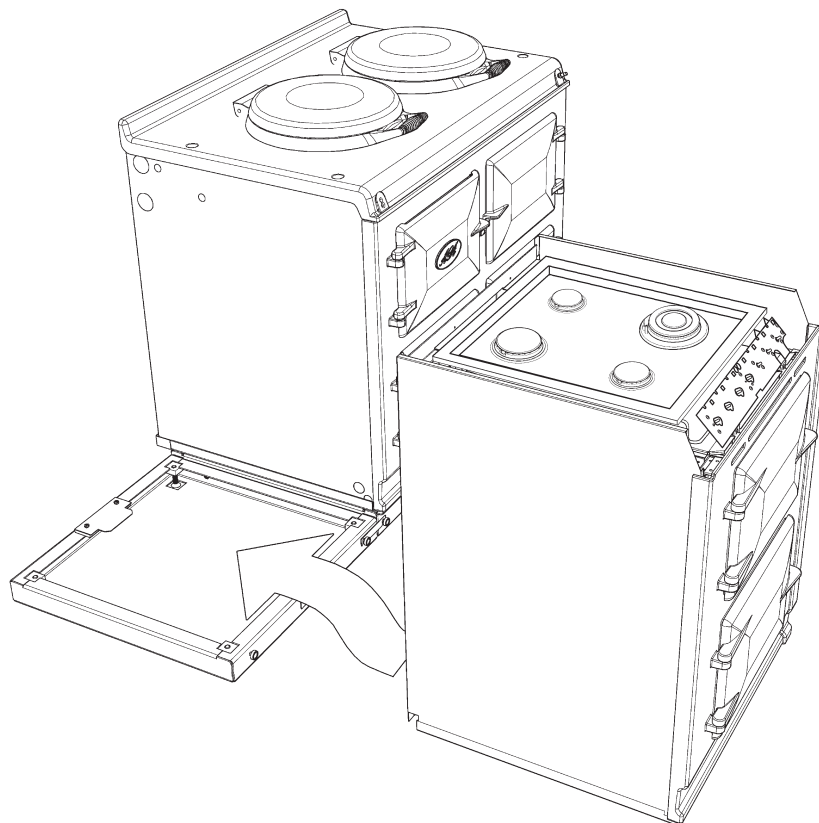

Fig. 10
- 16 Glissez le Module sur le socle jusqu'à la languette arrière du support s'engage pleinement dans l'arrière de l'encoche de la base. (Voir fig. 10). Assurez-vous que l'appareil est bien aligné sur le socle. Vérifiez que la plaque avant du Module et la plaque avant de l'AGA Contrôle complet / double sont à la même hauteur, et que les languettes correspondent comme il se doit. Sinon, à cette étape, l'ajustement devrait être effectué selon l'appareil pertinent.